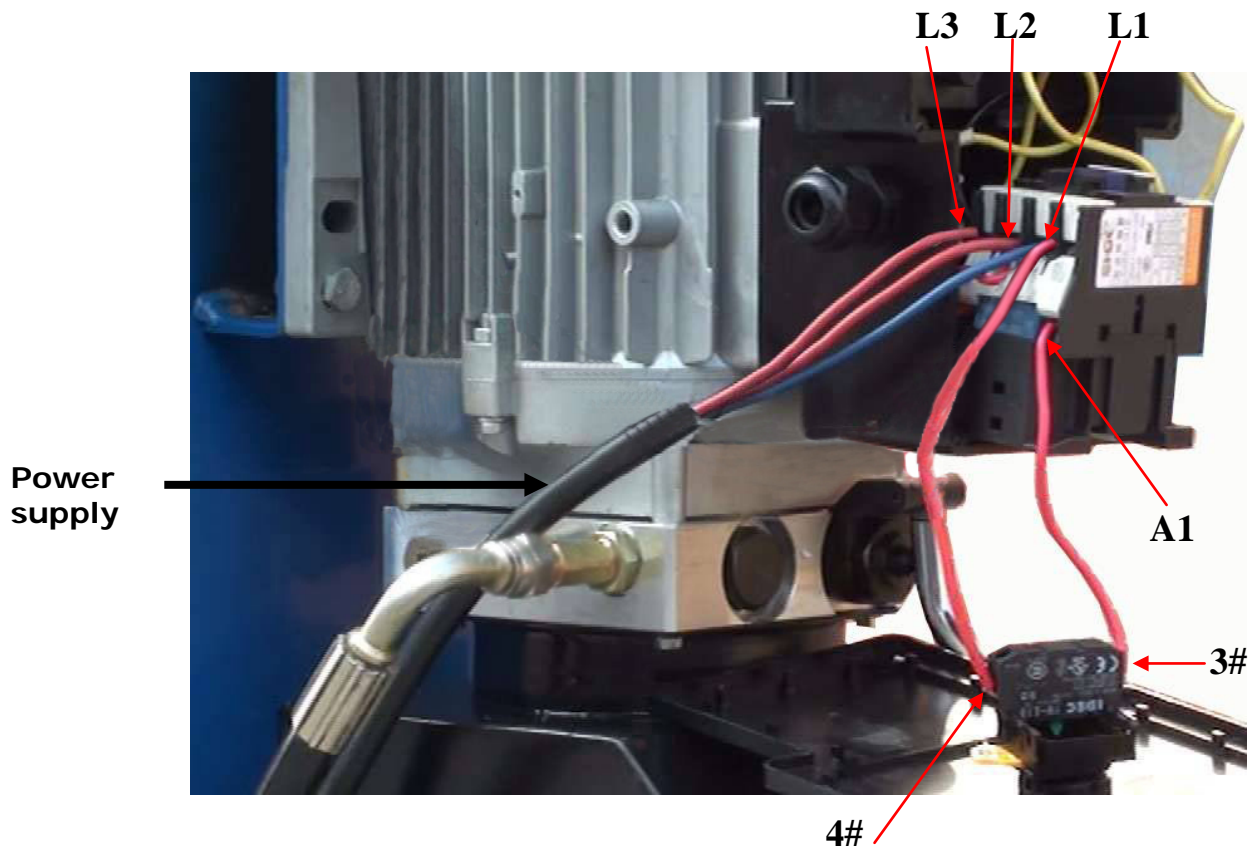

Fig. 33
2.2. Connection step (See Fig. 33)